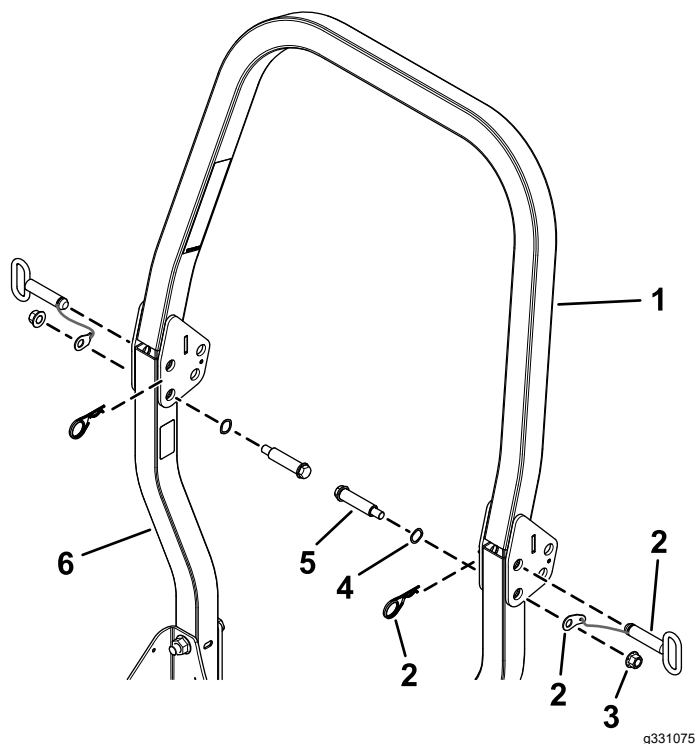

Bild 3
3. Befestigen Sie die unteren Überrollbügelbaugruppen an der oberen Überrollbügelbaugruppe mit den zwei Ansatzschrauben, zwei Wellenscheiben, zwei Sicherungsmuttern ($\frac{1}{2}$ ") und der Klappstiftbaugruppe (Bild 3).